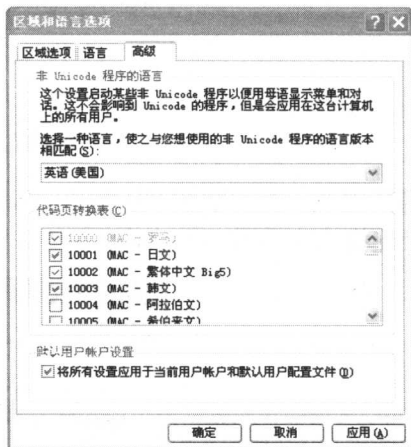

图 1-4 非 unicode 程序语言选项
►步骤 4: 打开该对话框中的高级选项卡, 在该选项卡的下拉列表中选择英语(美国), 并选中最后面的复选框, 如图 1-4 所示。